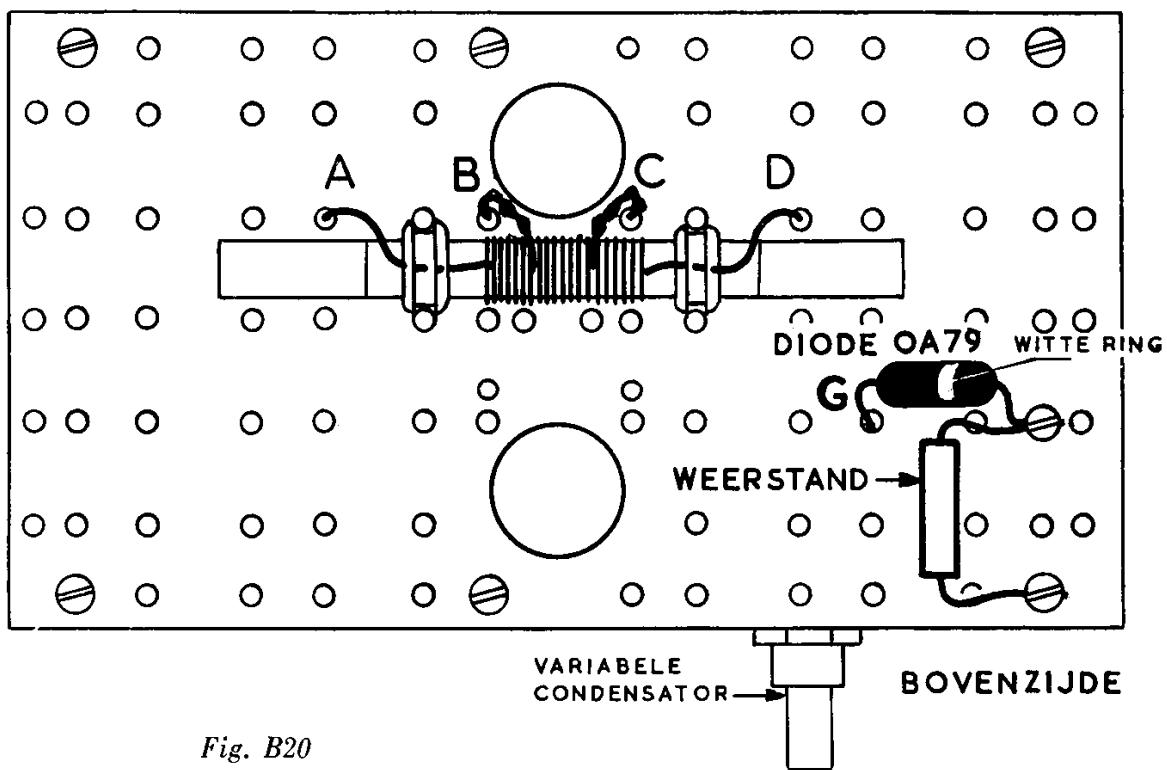
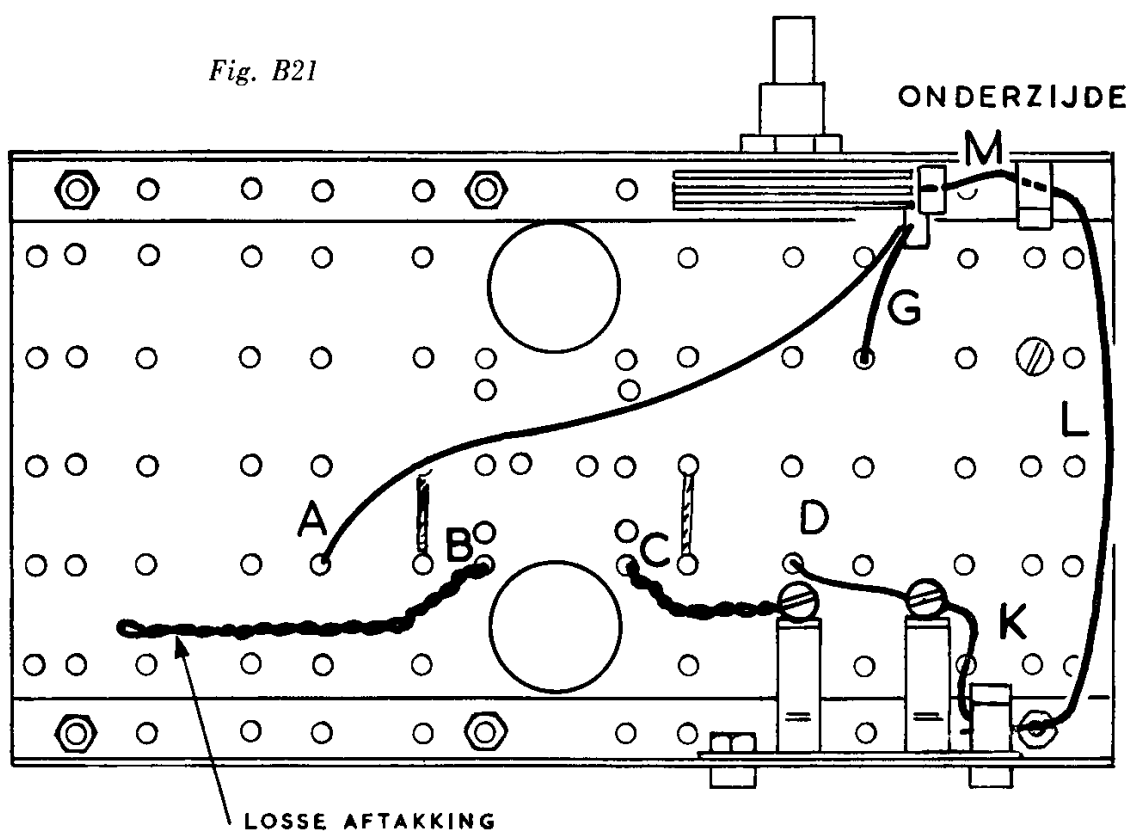
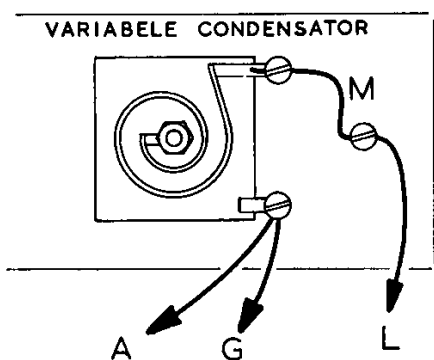

Fig. B20
Fig. B21
Fig. B22
17. Monteer de **weerstand** en de **diode OA 79** aan de bovenzijde volgens figuur B20, zie blz. 17. De witte ring op de diode moet aan de zijde van de weerstand komen. Eén van de aansluitdraden van de diode (deze draad is in fig. B20 gemerkt met de letter **G**) verdwijnt door een gat in de bruine isolatieplaat naar de onderzijde. In figuur B21 en figuur B22 kun je zien, dat deze draad **G** moet worden vastgezet in de klem aan de variabele condensator, die het dichtst bij de bruine isolatieplaat is gelegen.
18. Nu gaan we de **spoel** aansluiten. Steek de vier aansluitdraden door gaatjes in de bruine isolatieplaat (zie figuur B20) en zet drie van deze draden aan de onderzijde vast in de klemmen, die in figuur B21 zijn aangegeven: twee aan de stekerbuisplaat en één aan de variabele condensator. De aansluitdraden van de spoel zijn in beide tekeningen met dezelfde letters (**A**, **B**, **C** en **D**) aangegeven. Aansluitdraad **B** heeft in de „Pionier I” niet te worden aangesloten. Rol deze draad maar in elkaar en zorg er voor, dat hij geen onderdelen, montageplaat of andere draden raakt.
19. Leg de **draad M** van de tweede klem aan de variabele condensator naar de klem aan de metalen montageplaat, zie figuur 21 op blz. 17 en figuur B22.
Het prinsipeschema van de „Pionier I” met de Philips universeelspoel PP 11 is in figuur 5 getekend. De cijfers bij de spoel komen overeen met de cijfers, die in figuur 6 bij de aansluitlippen van de spoel zijn gezet. Het merkteken bestaat uit een gaatje, dat aan één zijde in het bruine isolatieplaatje aan de onderzijde van de spoel is aangebracht. De letters die bij de draden aan de aansluitlippen zijn aangegeven, komen overeen met de letters die in de bouwtekeningen zijn gebruikt (figuur B20, B21 en B22).